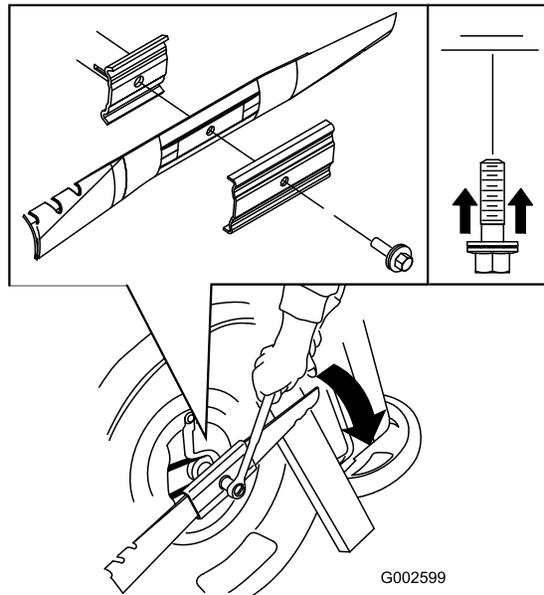

Figure 39
3. Immobilisez la lame avec un morceau de bois (Figure 39).
4. Déposez la lame mais ne jetez pas les fixations (Figure 39).
5. Montez la nouvelle lame et toutes les fixations (Figure 39).